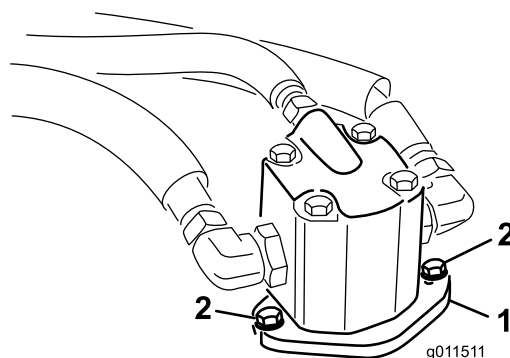

Figura 103
4. Rimuovete i bulloni che fissano il motore idraulico al piatto di taglio (Figura 103).